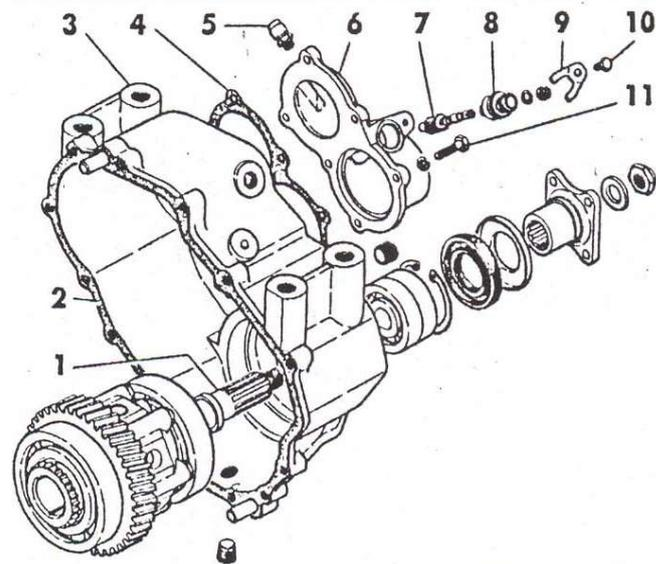

Рис.6.9 Детали заднего картера раздаточной коробки:
- отвернуть болты 11 (рис. 6.9) крепления задней крышки 6 подшипника первичного вала и снять заднюю крышку;
При разборке задней крышки коробки привода заднего ведущего моста (при исполнении с водомётom - передней крышки) необходимо отвернуть болт 10 (рис. 6.9) и снять стопор 9, после этого извлечь из крышки штоцер 8 и ведомую шестерню 7 привода спидометра.